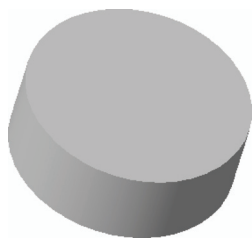

图 17-26 创建拉伸特征一
STEP 03 单击“关闭”面板中的“确定”按钮，完成截面绘制并退出草绘环境。在“拉伸”选项卡中的“输入侧 1 的深度值”文本框中输入“20”，单击“完成”按钮，完成拉伸特征的创建，效果如图 17-26 所示。